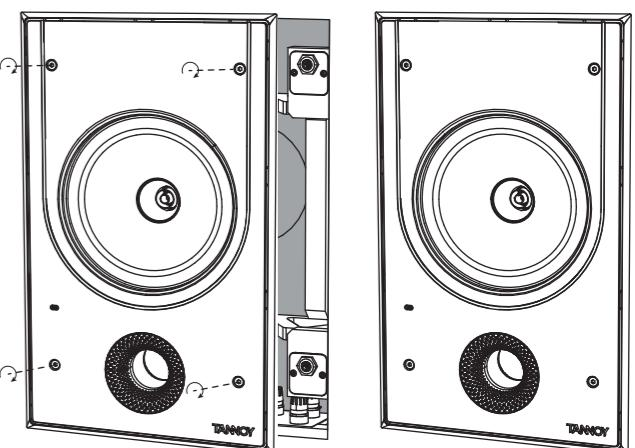

图2. 安装到后罐中
2. 将扬声器组件安装到后盖中, 首先将四颗螺钉压到底, 然后用手拧紧 (图2)。确保在安装过程中没有夹住扬声器接线或手指。